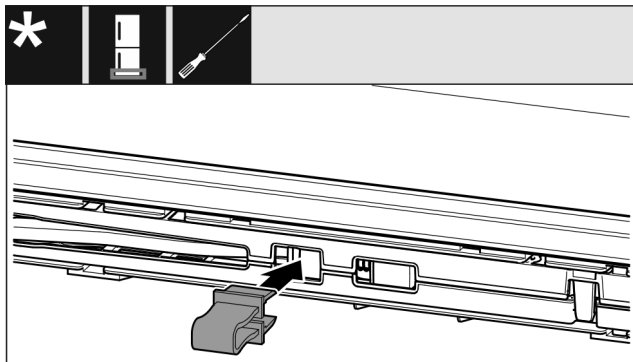

Fig. 14
- Encajar el seguro en la abertura Fig. 14 ().